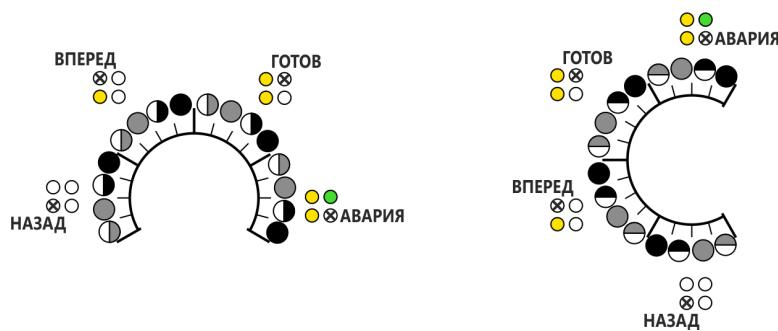

Рисунок 6 Индикация положения потенциометра
1.7.6 Для более точной настройки потенциометров предусмотрен режим индикации положения, который активируется при повороте требуемого потенциометра. 4 больших сектора шкалы отображают 4 светодиода (**НАЗАД, ВПЕРЕД, ГОТОВ, АВАРИЯ**). А 4 зоны внутри каждого сектора разделяются способом индикации светодиода (мерцает в полнокала, горит в полнокала, мерцает в полный накал, горит в полный накал) (см. рис.6).